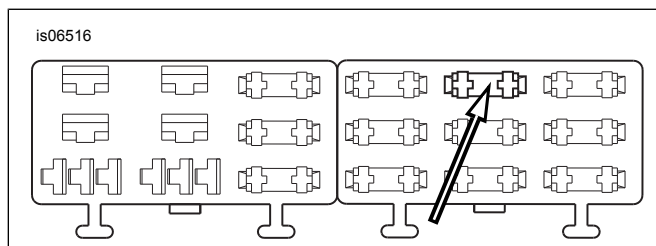

Figure 26. "P&A IGN" Fuse Block Cavity (2004-2010 na Softail)
- Tingnan ang Figure 26 . Hanapin ang fuse cavity na may nakalagay na "P&A IGN" sa takip ng fuse block sa kanang fuse block. Ipasok ang terminal sa adapter wire na kulay orange/puti hanggang sa huminto ito. Sumangguni sa isang malapit na terminal na ikinabit ng pagawaan para sa paghahambing, upang matiyak ang wastong oryentasyon at lalim.